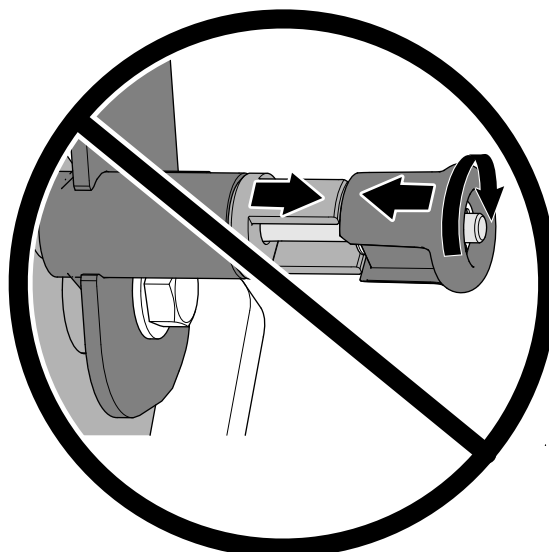

図 75
**重要**ノブを回転させないこと。ラッチピンが引き込まれなくなってしまう図 75。